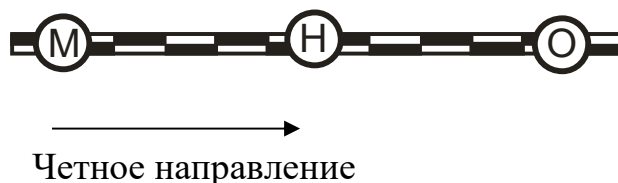

Рисунок 2–Схема железнодорожных участков
2. Схема участков, примыкающих к станции «Н» (рис.2).